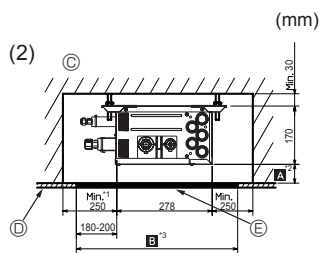
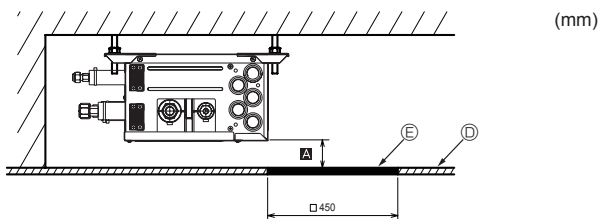
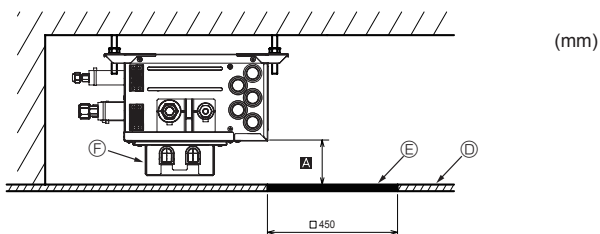

Fig. 4-7
Fig. 4-8
Fig. 4-9
(2) Vista lateral (Fig. 4-7, Fig. 4-8, Fig. 4-9)
Para instalar la caja de reactor opcional, respete una distancia mínima de 270 mm <recomendación> (Fig. 4-9). **A**
En el caso de "□ 450 mm", prepare un orificio de mantenimiento en el lado de la PCB (tal y como se muestra en la Fig. 4-8, Fig. 4-9), y se necesitará "Min. 300 mm" como distancia **A**.